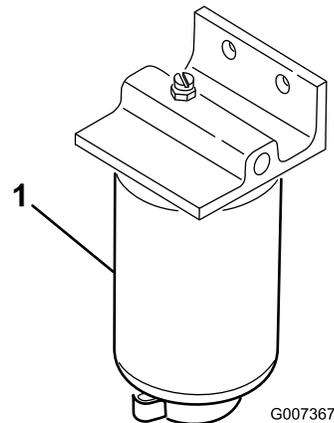

図 49
水セパレータ 図 49 の水抜きは毎日おこなって異物を除去してください。
2. フィルタ容器 図 49 下部のドレンプラグをゆるめて水や異物を流し出す。